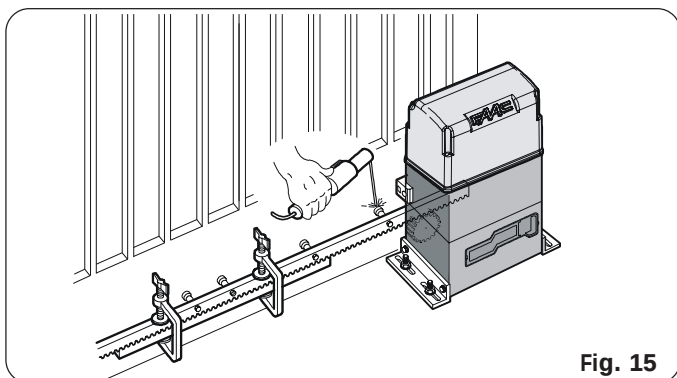

Fig. 15
- 5) Plaats een ander tandheugелеlement tegen het vorige, en gebruik een stuk tandheugel om de vertanding van de twee elementen op elkaar af te stemmen, zoals op Fig. 15.